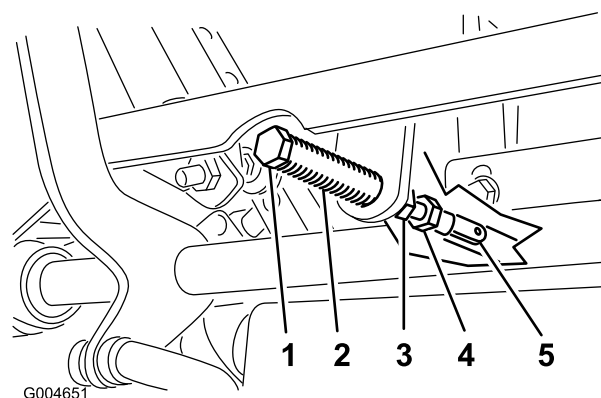

Рисунок 49
5. Потяните рычаг назад так, чтобы шплинтуемый штифт (на рычаге над осью поворота) вошел в контакт с концом паза (только начал надавливать на пружину), как показано на Рисунок 49.
7. Если требуется регулировка, ослабьте гайку и контргайку, прижимающую рычаг к вилке (Рисунок 49).
8. Слегка надавив в направлении назад на рычаг управления движением, поверните головку регулировочного болта в соответствующем направлении так, чтобы рычаг управления расположился по центру в НЕЙТРАЛЬНОМ ФИКСИРОВАННОМ положении (Рисунок 49).
9. Затяните гайку и контргайку (Рисунок 49).
10. Затяните контргайки в месте расположения шаровых шарниров (Рисунок 49).